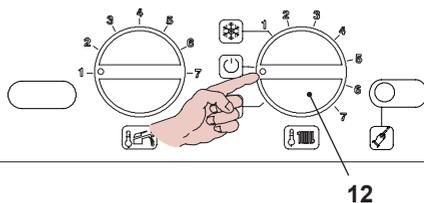

Рис. 9.17
- Чтобы выйти из режима программирования, установите переключатель 12, как показано на рисунке, см. Рис. 9.17.